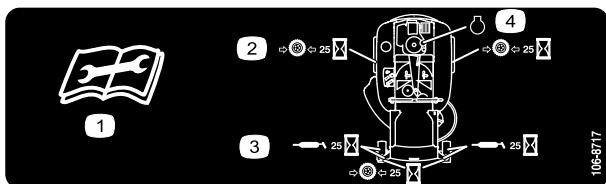

Bild 27
3. Reinigen Sie die Schmiernippel (Bild 26 und Bild 27) mit einem Lappen. Kratzen Sie bei Bedarf Farbe vorne von den Nippeln ab.
4. Setzen Sie die Fettpresse nacheinander an allen Nippeln an (Bild 26 und Bild 27). Fetten Sie die Nippel, bis das Fett beginnt, aus den Lagern auszutreten.